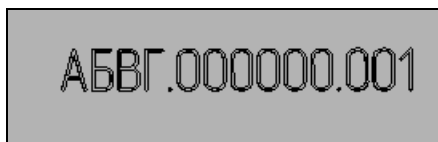

Рис. 28.37. Надпись на модели **Захват**
- ♦ нажмите кнопку **Создать объект** — и надпись готова (рис. 28.37).